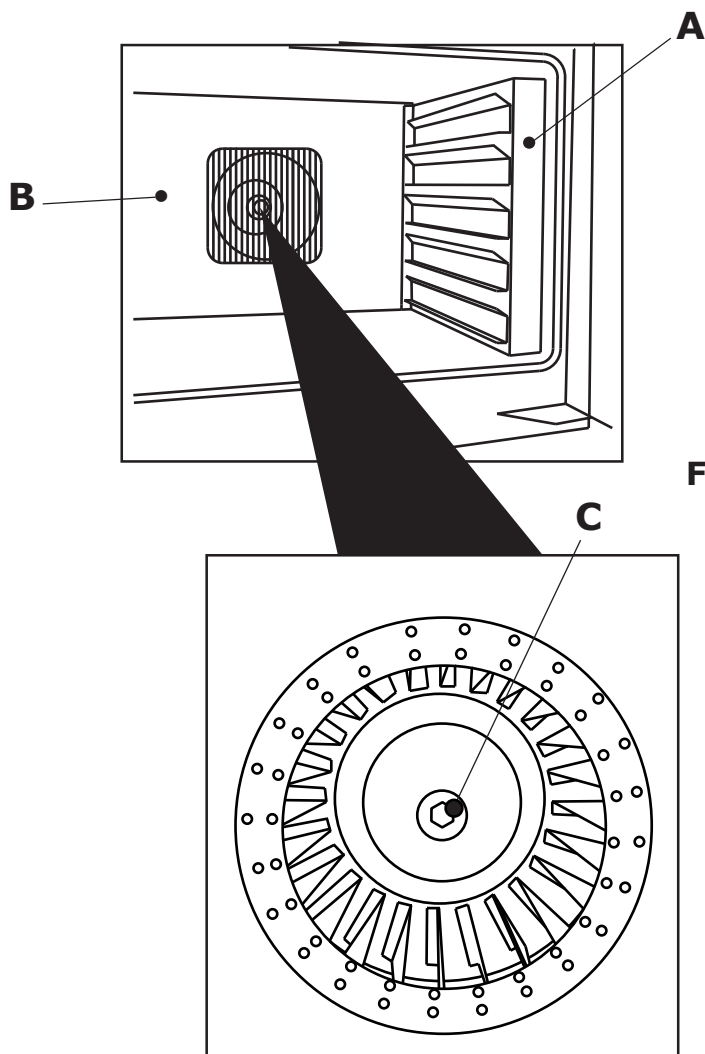

Figure 15
- retirer les supports des grilles (**A-Fig. 15**) et l'écran de protection du ventilateur (**B-Fig. 15**);
- dévisser les 3 écrou (**D-Fig. 15**) de soutien du moteur et retirer moteur;
- Retirer les supports des grilles (**A-Fig.15**) et l'écran de protection du ventilateur (**B-Fig.15**) pour pouvoir accéder aux résistances électriques de la chambre de cuisson.